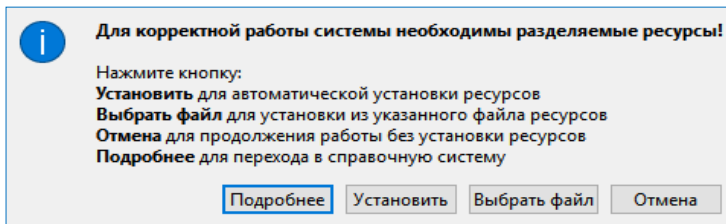

Рис. 2.1
При первом после инсталляции запуске система предлагает выполнить импорт РР (рис. 2.1).
- Нажмите кнопку **Установить** (рис. 2.1).
- Нажмите на кнопку **Выбрать файл** (рис. 2.1).
Кнопка **Отмена** (рис. 2.1) позволяет отсрочить установку РР. В этом случае импорт РР можно будет выполнить позднее при помощи команды **Данные/Импорт разделяемых ресурсов** первоначального меню. Дальнейший порядок действий описан выше (см. ручной импорт РР, 2-ой вариант).